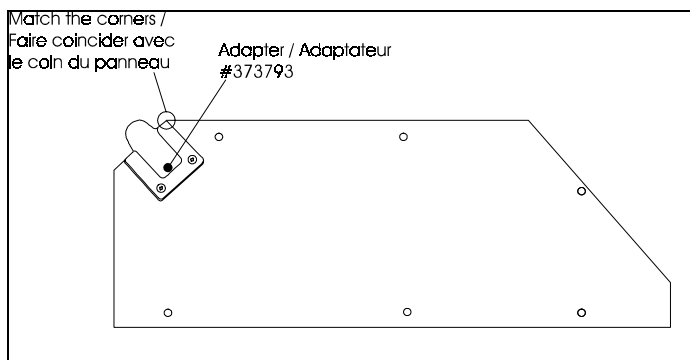

FIGURE 2 : PANNEAU AVANT DE LA BOITE DE MÉLANGE 22204
4. Percer un trou de 1" (25mm) de diamètre dans le coin supérieur gauche du panneau de la boîte de mélange. Appliquer du silicone au dos de l'adaptateur #373793 et fixer à l'aide de 2 vis #500638. Voir la figure 2 pour le bon positionnement.